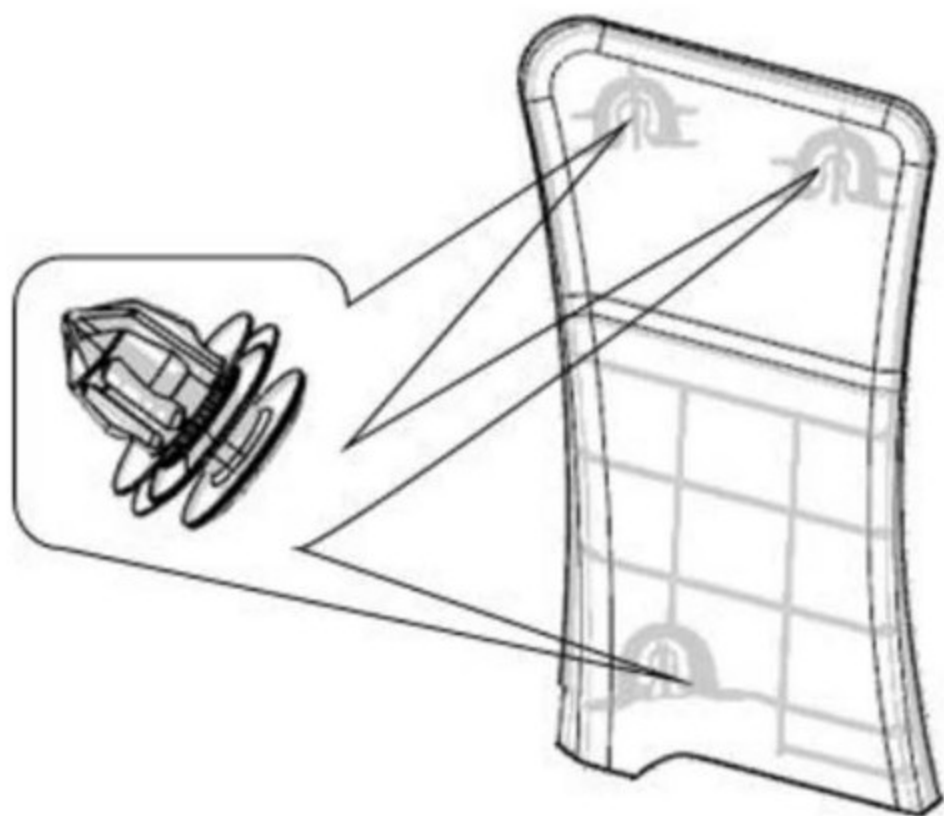

图1.8.4 C柱护板拆卸
- (1) 使用缠有保护胶带的一字螺丝刀在图1.8.4 C柱护板拆卸所示的卡扣处沿与钣金垂直的方向把塑料卡扣紧固点从钣金分离。
- (2) 然后向外拉动，使其与钣金分离，即可拿下C柱下护板。
- (3)、按照与拆卸相反的顺序进行安装：注意如下事项：